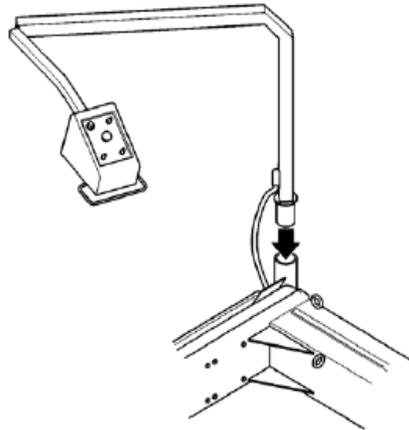

Рис. 10
- A.** Расположите консоль управления надлежащим образом (Рис.10). Убедитесь что шнур питания не имеет повреждений.